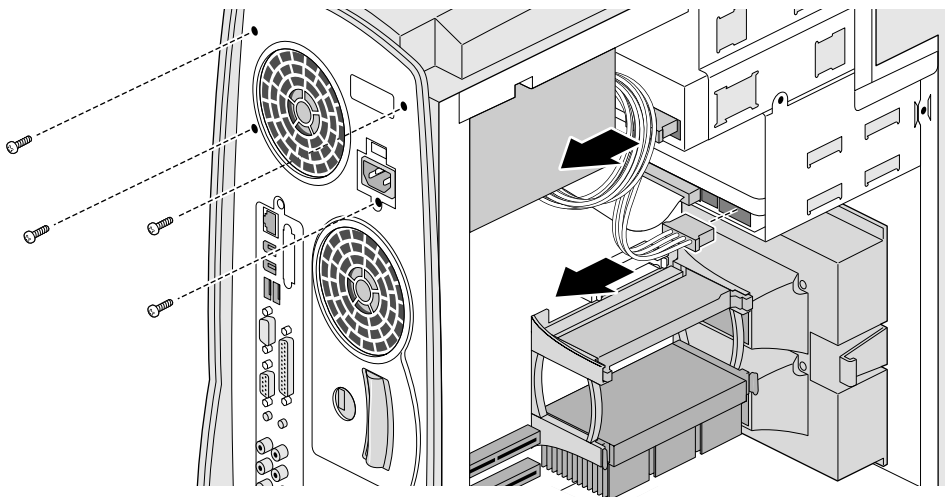

Figure 7-2 Dévissage et déconnexion des câbles du bloc d'alimentation
5. Débranchez les autres câbles, puis retirez le bloc d'alimentation, comme indiqué à la Figure 7-2.